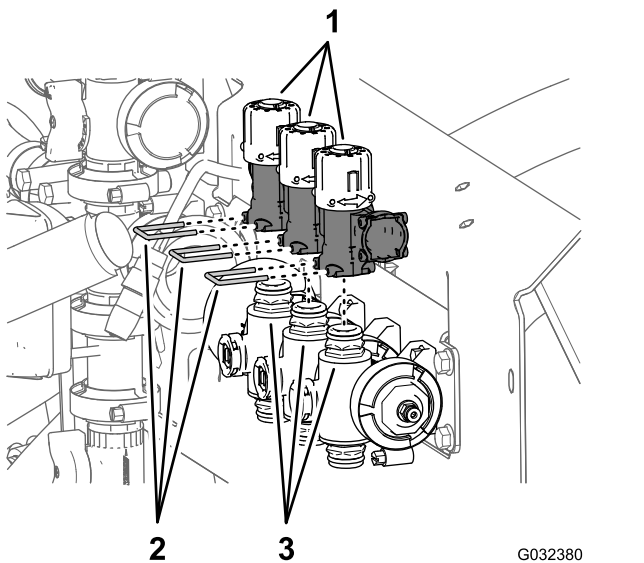

図 57
1. 3つのマニホールドバルブに付いているバイパスバルブ3個を固定しているリテーナ3本を外す 図 57。
2. マニホールドバルブのクイックカップラ3個に付いているバイパスバルブ3個を抜き出す 図 57。